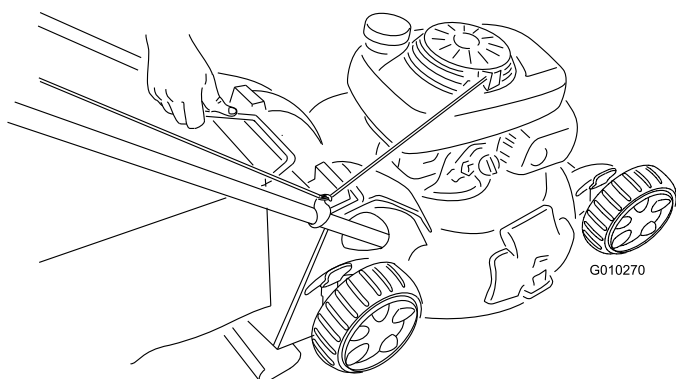

Figura 30
2. Retire el asa de la bolsa de recortes de las ranuras de la parte superior del cortacésped y retire la bolsa del cortacésped (Figura 30).